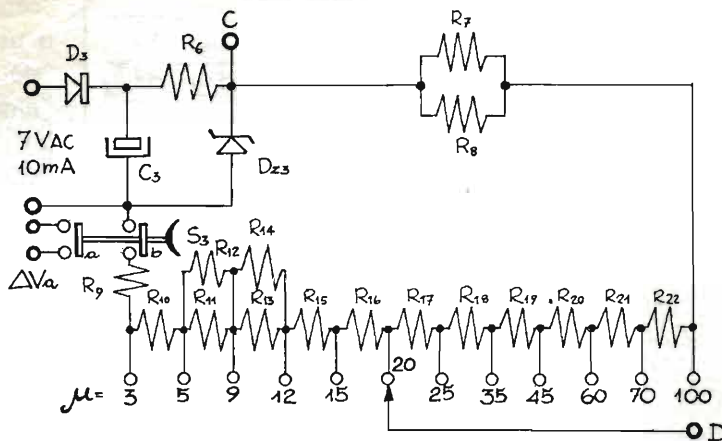

figura 7 - Circuito per la determinazione diretta di  $\mu$ .
Come si vede in figura 7,  $\Delta V_g$  viene aggiunta nel "circuito di griglia"; questo schema è parziale e indica come viene realizzato in pratica il circuito. Lo schema completo verrà riportato successivamente.
- S3 = vedi figura 7